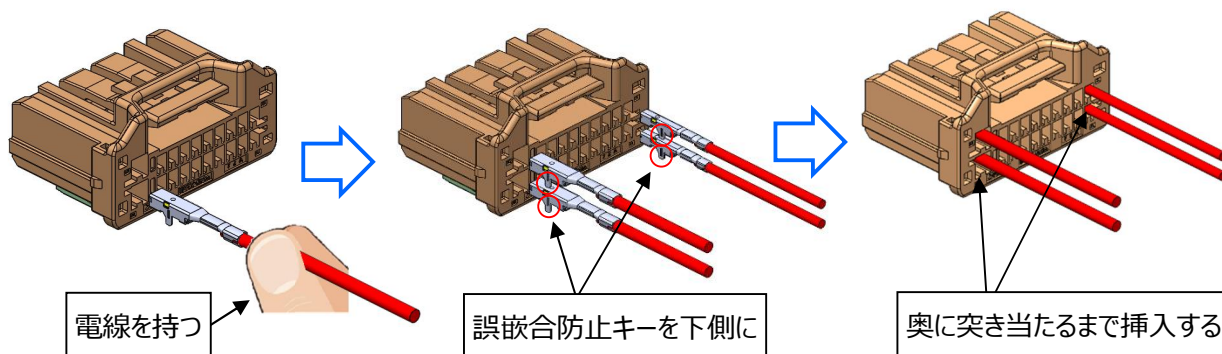

図 25.端子挿入方向
- ①端子が正しく圧着されているか、傷・変形・異物の付着が無いかを確認して下さい。
- ②図 25 に示す様に端子挿入時は電線をもって挿入して下さい。
- ③図 25 に示す向きで該当するメスハウジングのコアホールに奥に突き当たるまで挿入して下さい。
- ④端子挿入後は、電線を軽く手前に引き、係止されているかを確認して下さい。